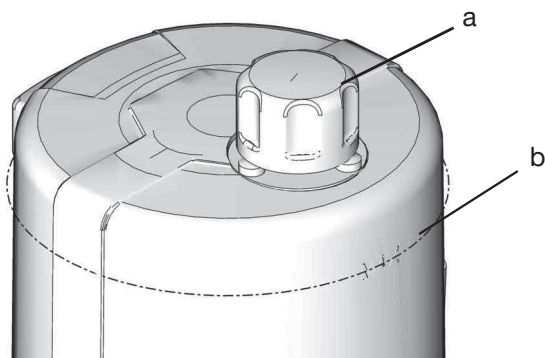

FIG. 10
- No llene en exceso (FIG. 10).